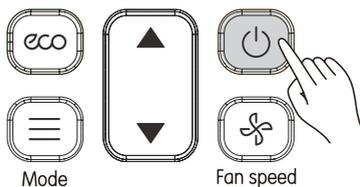

Рисунок 3.3
1. Нажмите  (см. Рис. 3.3); внутренний блок начинает работать;